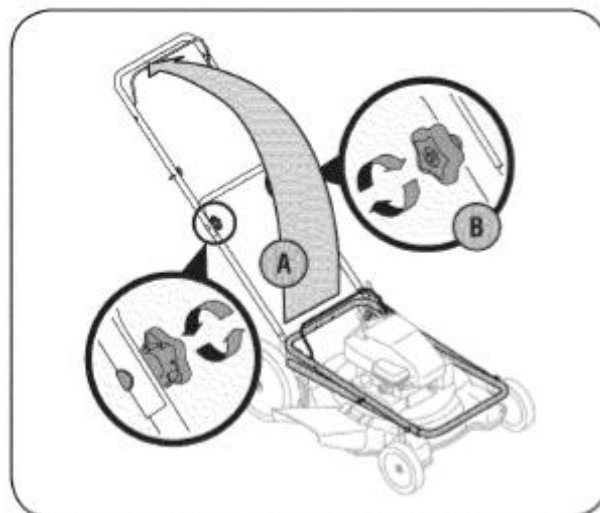

РИС. 2
- A. Поднимите верхнюю рукоятку из сложенного положения в стандартное положение, как показано на Рис. 2. Рукоятка должна защелкнуться в данном положении.